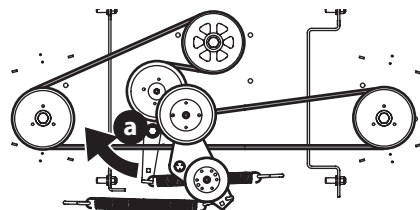

Fig. 62
- A l'aide d'un tournevis de 1/2 po, insérez l'extrémité dans l'ouverture carrée de 1/2 po de l'ensemble de pignon du plateau de coupe (a) et faites tourner l'ensemble de pignon du plateau de coupe (a) dans le sens horaire (Fig. 62). Tout en maintenant l'ensemble du galet tendeur (a), détachez la courroie du plateau de coupe de la poulie et faites-la glisser pour l'écarter de la poulie.
- Acheminez la nouvelle courroie (Fig. 62). Réinstallez ensuite le plateau de coupe et la courroie de PDF.